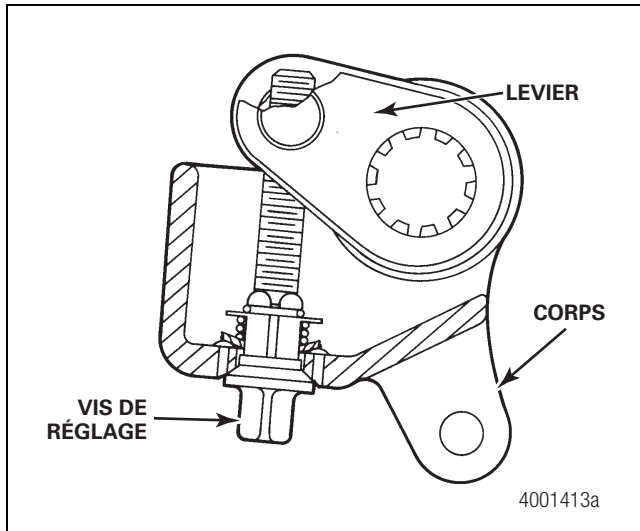

Figure 5.29
5. Si le jeu est supérieur à 0,012 po (0,30 mm), tourner la vis de réglage du levier de façon à obtenir le jeu spécifié. Figure 5.29.